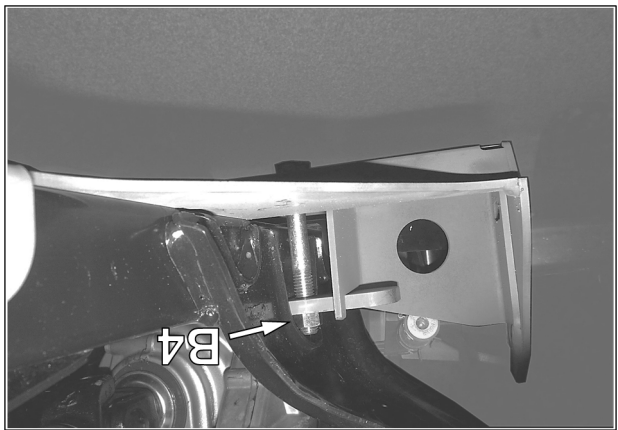

Fig. 6
6. Fixer l'ensemble en place en utilisant les écrous nylon (B4) par-dessus le couvert de fixation. Serrer les deux boulons à un couple de 50 N•m [37 lb•pi]. Voir la Fig. 6